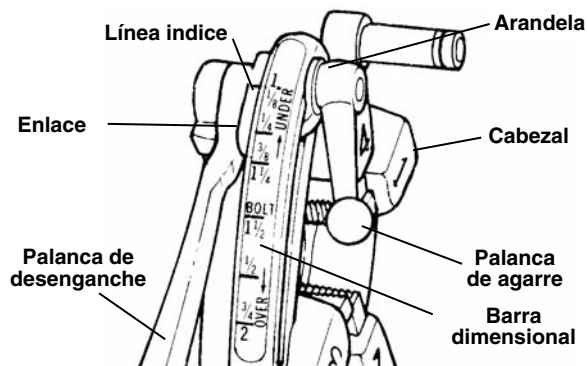

Figura 8 – Cabezal de Terrajas de Apertura Rápida 811-A
6. Cabezal de terrajas de Apertura Rápida No. 811A (Figura 8) – Cuando se haya completado la rosca, levante la palanca de desenganche a la posición de OPEN (abierto) para retraer las terrajas.
El Cabezal de terrajas Universal No. 811-A (*Figura 8*) para roscas a mano derecha necesita cuatro juegos de terrajas para roscar tubería desde  $\frac{1}{8}$  hasta  $1\frac{1}{2}$  pulgadas. Se precisa un juego de terrajas para cada uno de los siguientes tamaños de tubo: ( $\frac{1}{8}$  pulg), ( $\frac{1}{4}$  y  $\frac{3}{8}$  pulg), ( $\frac{1}{2}$  y  $\frac{3}{4}$  pulg) y (1 a  $1\frac{1}{2}$  pulgs). Para roscar pernos se necesita un juego distinto de terrajas para cada tamaño de perno.
El Cabezal de Terrajas de Auto-apertura No. 815-A (*Figura 8*) para roscas a mano derecha necesita cuatro juegos de terrajas para roscar tubería desde  $\frac{1}{8}$  hasta  $1\frac{1}{2}$  pulgadas. Se precisa un juego de terrajas para cada uno de los siguientes tamaños de tubo: ( $\frac{1}{8}$  pulg), ( $\frac{1}{4}$  y  $\frac{3}{8}$  pulg), ( $\frac{1}{2}$  y  $\frac{3}{4}$  pulg) y (1 a  $1\frac{1}{2}$  pulg). Para roscar pernos se necesita un juego de terrajas distinto para cada tamaño de perno.